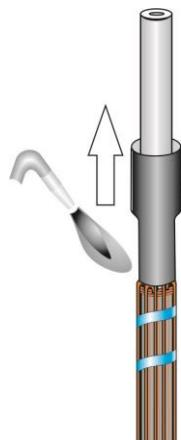

Рис.8
8. Надвинуть экранирующую манжету на жилу кабеля до изгиба проволок экрана и усадить. Усадку производить в направлении, указанном на Рис.8.